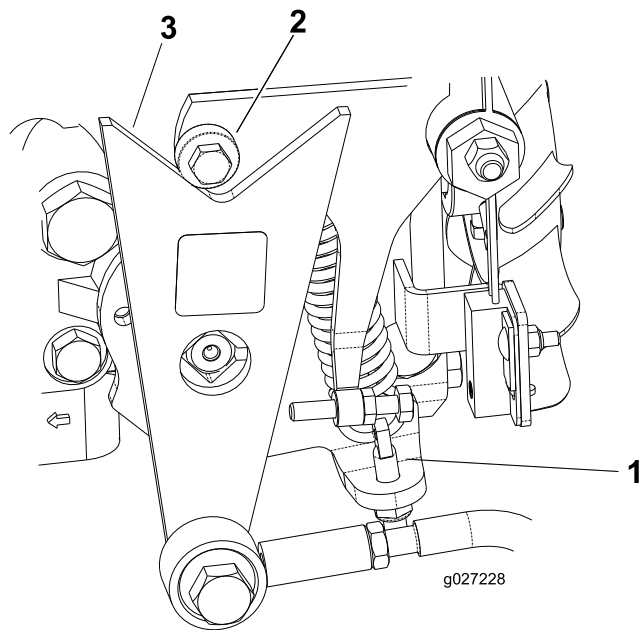

Figura 49
- Se as rodas rodarem na direção certa, desligue o motor e ajuste a mola ajustando o bloqueio do pino (Figura 49). Ajuste a posição neutra da tração; consulte Ajuste da posição neutra da transmissão de tração \(página 30\).